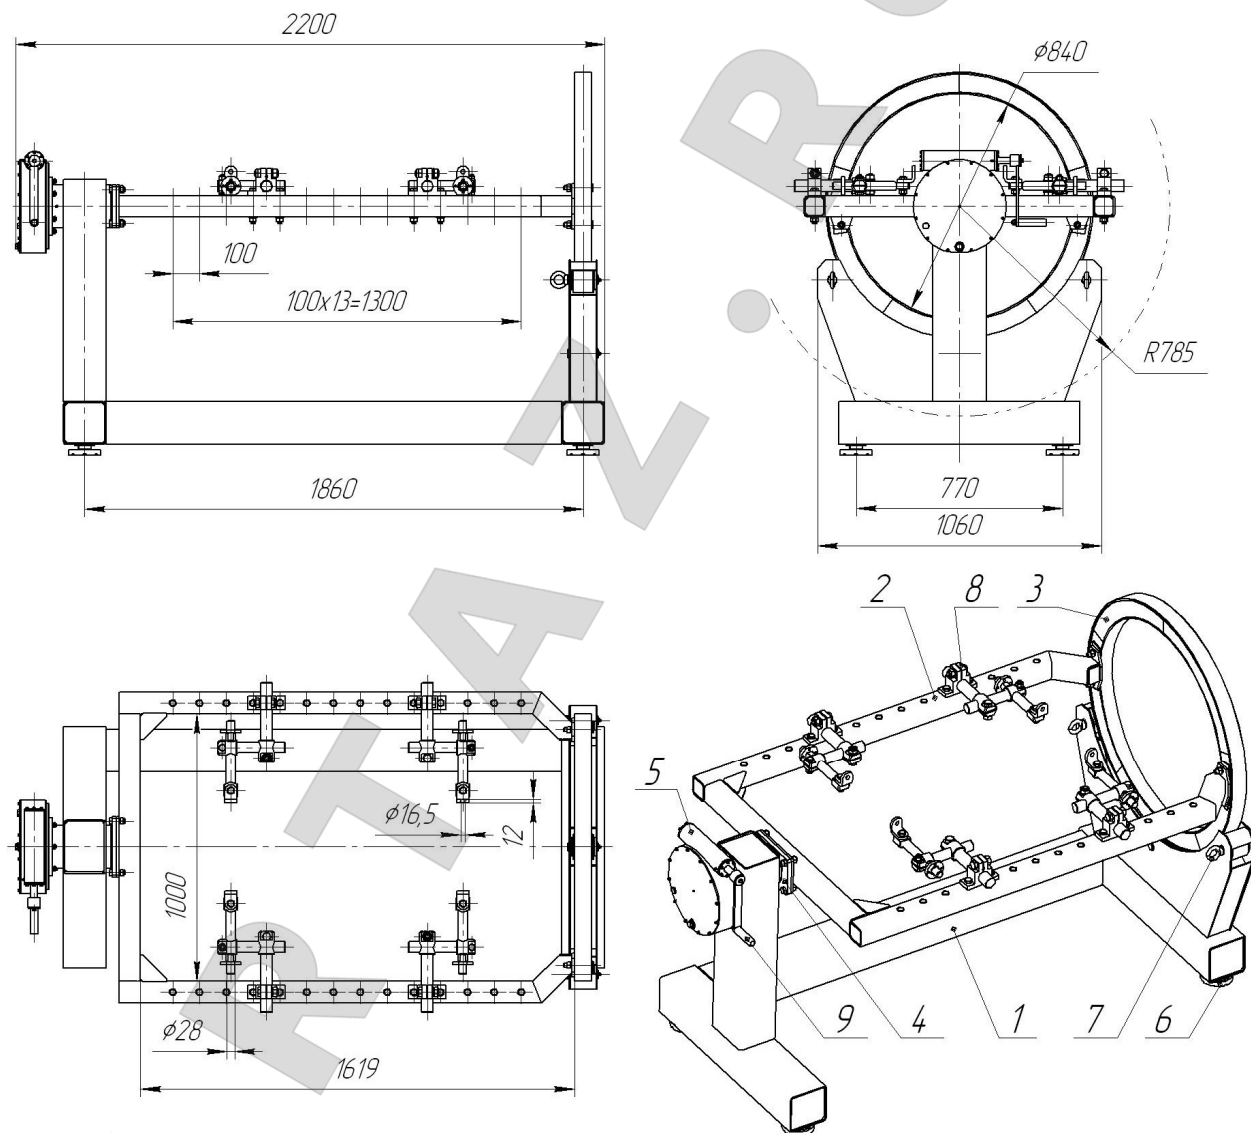

Рис. 1 Стенд Р776Е
4.1. Двигатель, установленный через адаптеры 8 (рис. 1) на траверсу 2, поворачивается вращением тихоходного вала червячного редуктора 5 в положение наиболее удобное для работы. Редуктор соединен с траверсой шпинделем 4. С противоположной стороны траверса жестко закреплена с опорным кольцом 3. Кольцо опирается на три ролика, закрепленных в раме 1. Вращение быстроходного вала червячного редуктора осуществляет через рукоятку 9.
Установите стенд на ремонтном участке, расконсервируйте его и удалите рым-болты (поз. 7 рис.1). Стенд устанавливается на пол. Стенд должен опираться на все четыре опоры (поз. 6, рис 1), которые имеют регулировку по высоте.